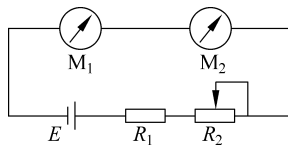

图 2-5 表头灵敏度测量
(2) 表头灵敏度的测定。测定表头灵敏度是测量其满偏转时的电流值,电流值越小表明表头灵敏度越高。测量电路如图 2-5 所示。图中 M_1 为比被测表高 1~2 级的标准表, M_2 为被测表头。调节 R_2 使被测表指针指示满偏转,此时标准表上指示的电流值即为被测表的灵敏度。